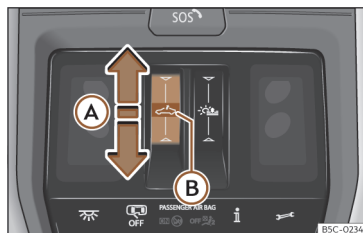

Fig. 89 No revestimento interior do teto: botão do teto de vidro.
- Movimento automático: deslize o dedo para trás sobre a área funcional >>> **Fig. 89** (A).
- Antes de decorrerem aprox. 5 segundos da ativação da função antientalamento, deslize o dedo para a frente sobre a área funcional ➡ >>> **Fig. 89** Ⓐ e mantenha pressionado até o teto se fechar totalmente.